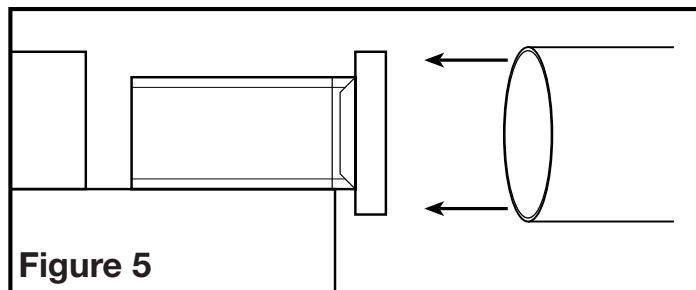

Figure 5
- Enlever tout ruban adhésif qui pourrait retenir le clapet en place durant le transport et raccorder les conduits au collet du conduit du ventilateur (**Figure 5**). Fixer en place à l'aide de ruban ou de serre-joint. Toujours évacuer le ventilateur vers l'extérieur au travers de chapeau mural ou de toit.